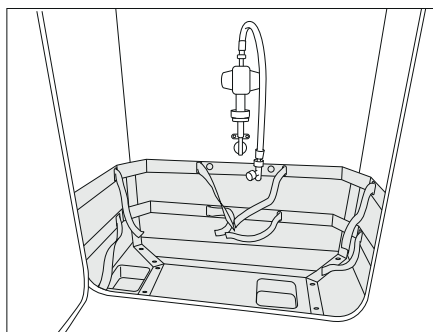
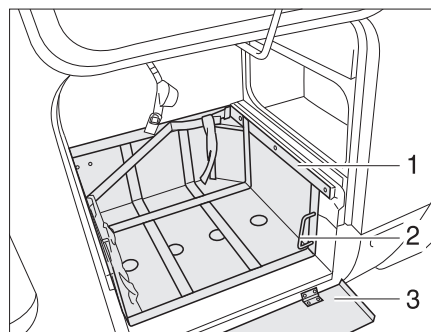

Fig. 227 Compartiment à gaz
Fig. 228 Compartiment à gaz, avec coulisseau extractible
- Si une tôle de protection (Fig. 228,3) est présente, la rabattre vers le bas.
- Déverrouiller le coulisseau (Fig. 228,1) au moyen de la poignée (Fig. 228,2).
- Retirer à fond le coulisseau (Fig. 228,3).
- Faire revenir la poignée (Fig. 228,2) dans sa position initiale.
- Déverrouiller le coulisseau (Fig. 228,3) au moyen de la poignée (Fig. 228,2).
- Enfoncer à fond le coulisseau (Fig. 228,3) et faire revenir la poignée (Fig. 227,2) dans sa position initiale.
- Si une tôle de protection (Fig. 228,1) est présente, la rabattre vers le haut.